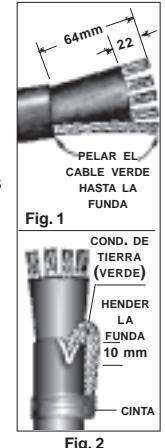

Fig. 1
- b) Strip cord jacket and conductor insulation as shown in Fig. 1 at right. Note difference between GREEN conductor and other conductors. DO NOT TIN CONDUCTORS.
- b) Dénuder le cordon de sa gaine et les conducteurs de leur isolant tel qu'ilustré à la figure 1 à droite. Remarquer la différence entre le conducteur vert et les autres conducteurs. NE PAS ÉTAMER LES CONDUCTEURS.